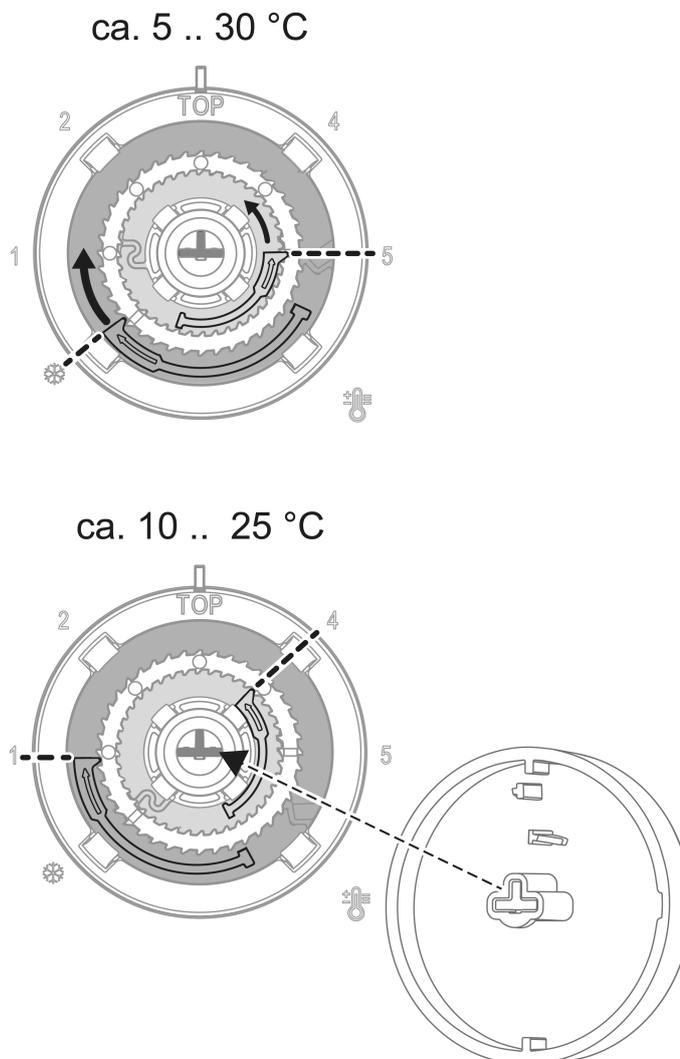

рисунок 3: Настройка ограничения температуры (до/после)
- Отожмите кнопку управления на центральной плате, чтобы увидеть установочные кольца (см. рисунок 3).
- Снова установите кнопку управления, при этом соблюдайте кодировку (см. рисунок 3) поворотной оси.